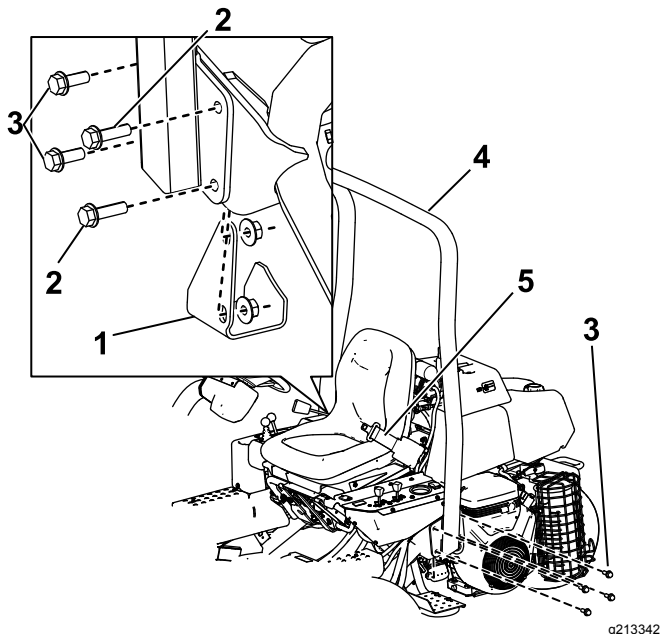

Bild 6
2. Senken Sie den Überrollbügel (Bild 6) auf die Befestigungshalterungen ab. Fluchten Sie die Befestigungslöcher aus.
3. Befestigen Sie die linke Seite des Überrollbügels mit vier Schrauben (1/2" x 1 1/2") und Sicherungsmuttern an der Befestigungshalterung (Bild 6).
5. Befestigen Sie die rechte Seite des Überrollbügels und das vorher entfernte Steckpolster mit zwei Schrauben (1/2" x 1 1/2"), zwei Schrauben (1/2" x 1 3/4") und Sicherungsmuttern an der Befestigungshalterung, wie in Bild 6 abgebildet.